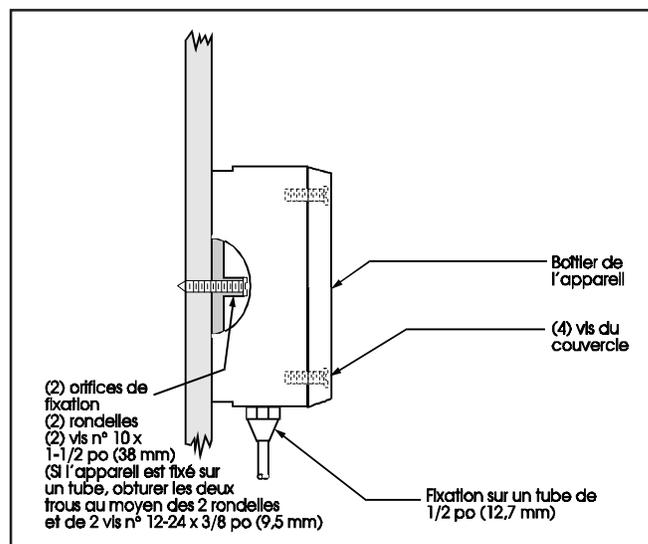

Figure 2 . Fixation de l'amplificateur à distance
- Fixation de l'Adaptatone (voir la Figure 2).
- Retirer les (4) vis du couvercle du boîtier de l'appareil puis retirer le couvercle.